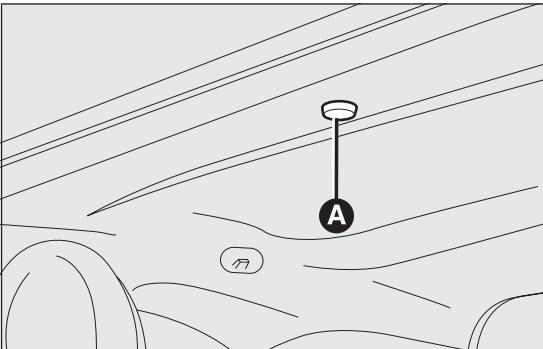

Abb. 47
- Den Schutzdeckel A Abb. 47 aus dem Sitz für die manuelle Bedienung entfernen, der sich an der Innenverkleidung hinter dem Sonnenrollo befindet